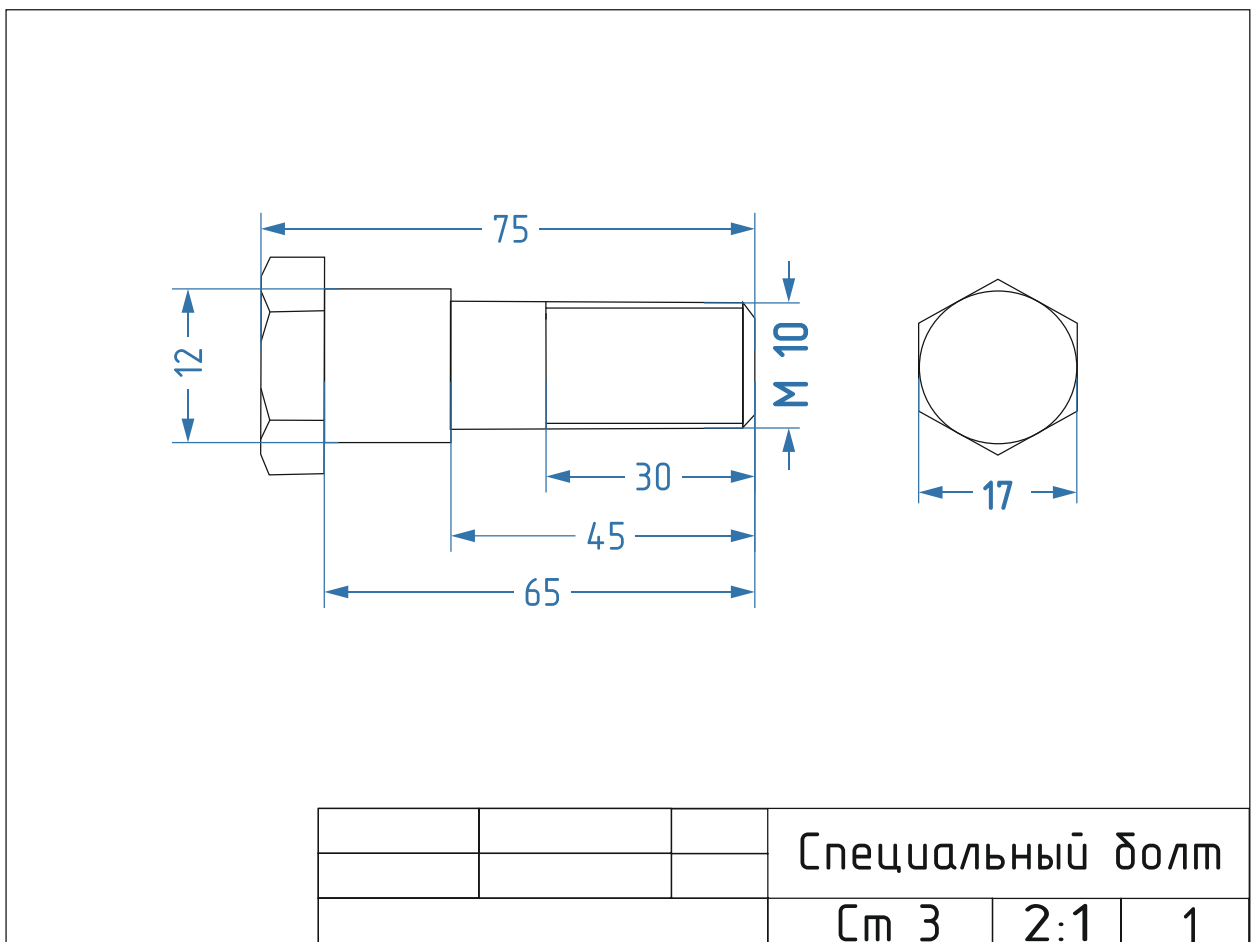

Рис. 1. Чертеж Специальный болт
2. По чертежу изготовить Специальный болт (рис. 1).